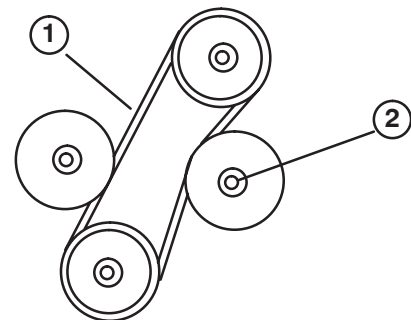

Figure 56
3. La courroie doit présenter une flèche de 6 mm quand une force de 22 N est exercée à mi-chemin entre les poulies (Fig. 56). Si la flèche n'est pas correcte, passez à l'étape 4. Si tout est en ordre, passez à l'étape 5.
4. Desserrez le contre-écrou de fixation de la poulie de tension réglable (Fig. 56). Poussez la poulie de tension contre la courroie jusqu'à ce qu'elle soit tendue correctement, puis serrez le contre-écrou de la poulie de tension (Fig. 56).
2. Desserrez le contre-écrou de fixation de la poulie de tension réglable, éloignez la poulie de la courroie et sortez la courroie des poulies (Fig. 56).
3. Installez une courroie neuve et tendez-la correctement. Poussez la poulie de tension contre la courroie jusqu'à ce que vous obteniez une flèche de 6 mm quand vous exercez une force de 22 N à mi-course entre la poulie supérieure et la poulie de renvoi fixe. Resserrez le contre-écrou de la poulie de tension pour fixer le réglage (Fig. 56).